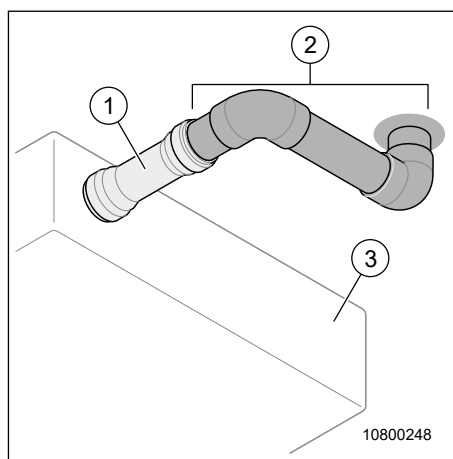

Fig. 65 Vattenlås
Rörets vattenlås (Fig. 65, pos. 1) sitter under fordonet, vid spillvattentanken (Fig. 65, pos. 3).
→ Vid behov av rengöring av rörets vattenlås (Fig. 65, pos. 1) och rörsystemet (Fig. 65, pos. 2) kontakta en servicepartner.